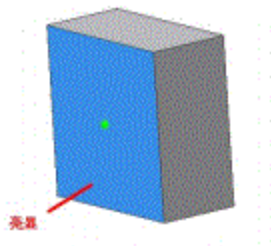

图2-6 平面“亮显”
- (1) 使工作环境处在零件造型环境，在现有模型上找到“新建草图”所需要依附的平面；
- (2) 使用鼠标左键单击模型上的平面，使其亮显，如图2-6所示；
- (3) 在所选平面范围内，单击鼠标右键，在右键菜单中点击【新建草图】按钮，即可创建一个新的草图环境。